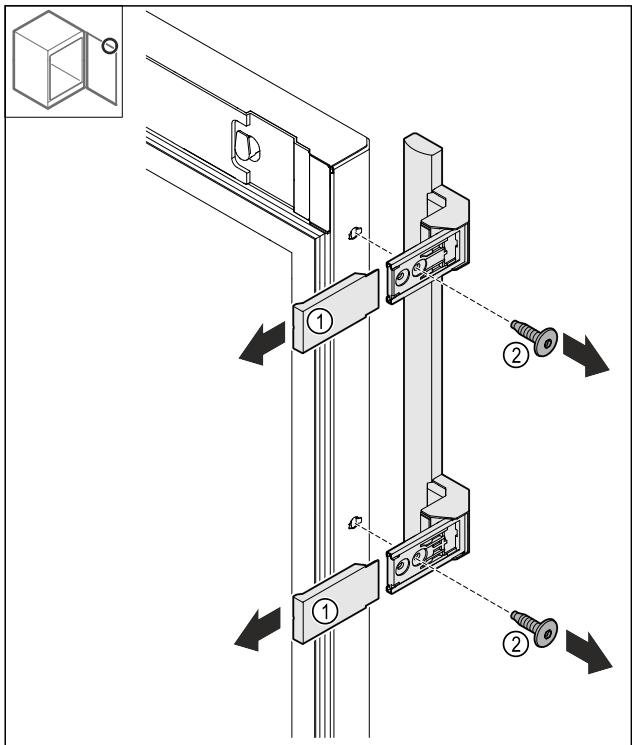

Fig. 25
- ▶ 拔下盖板 Fig. 25 (1)。
- ▶ 松开螺栓 Fig. 25 (2)。